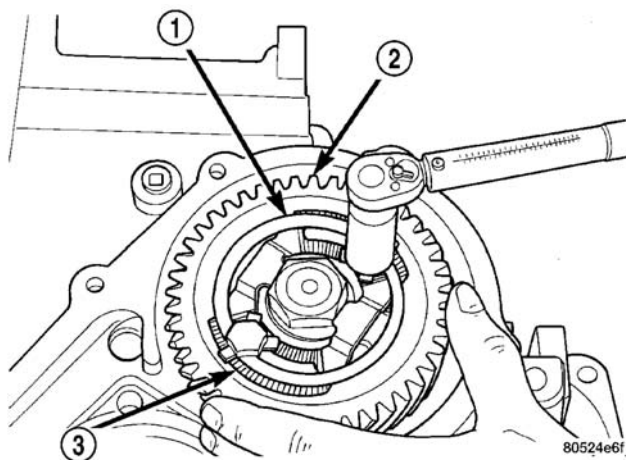

图 264 拧紧固定带固定螺母
(14) 拧紧 U 形夹和固定带螺栓至 $23\text{N} \cdot \text{m}$ (200in. lbs.) 的扭矩。(图 264)。